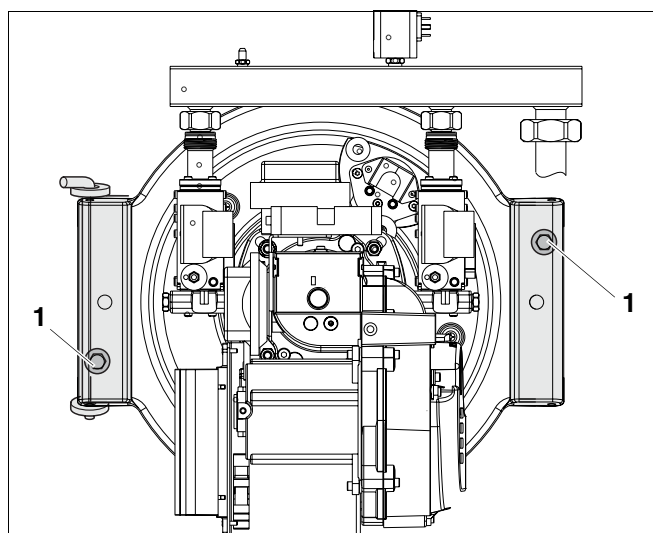

Fig. 20 Desserrage des vis de la porte du brûleur
- Desserrez les vis de la porte du brûleur uniformément (fig. 20, **pos. 1 et 2**).